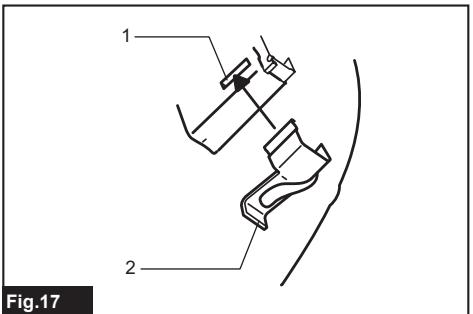

Fig. 17
► Рис.17: 1. Провод 2. Колпачок угольной щетки